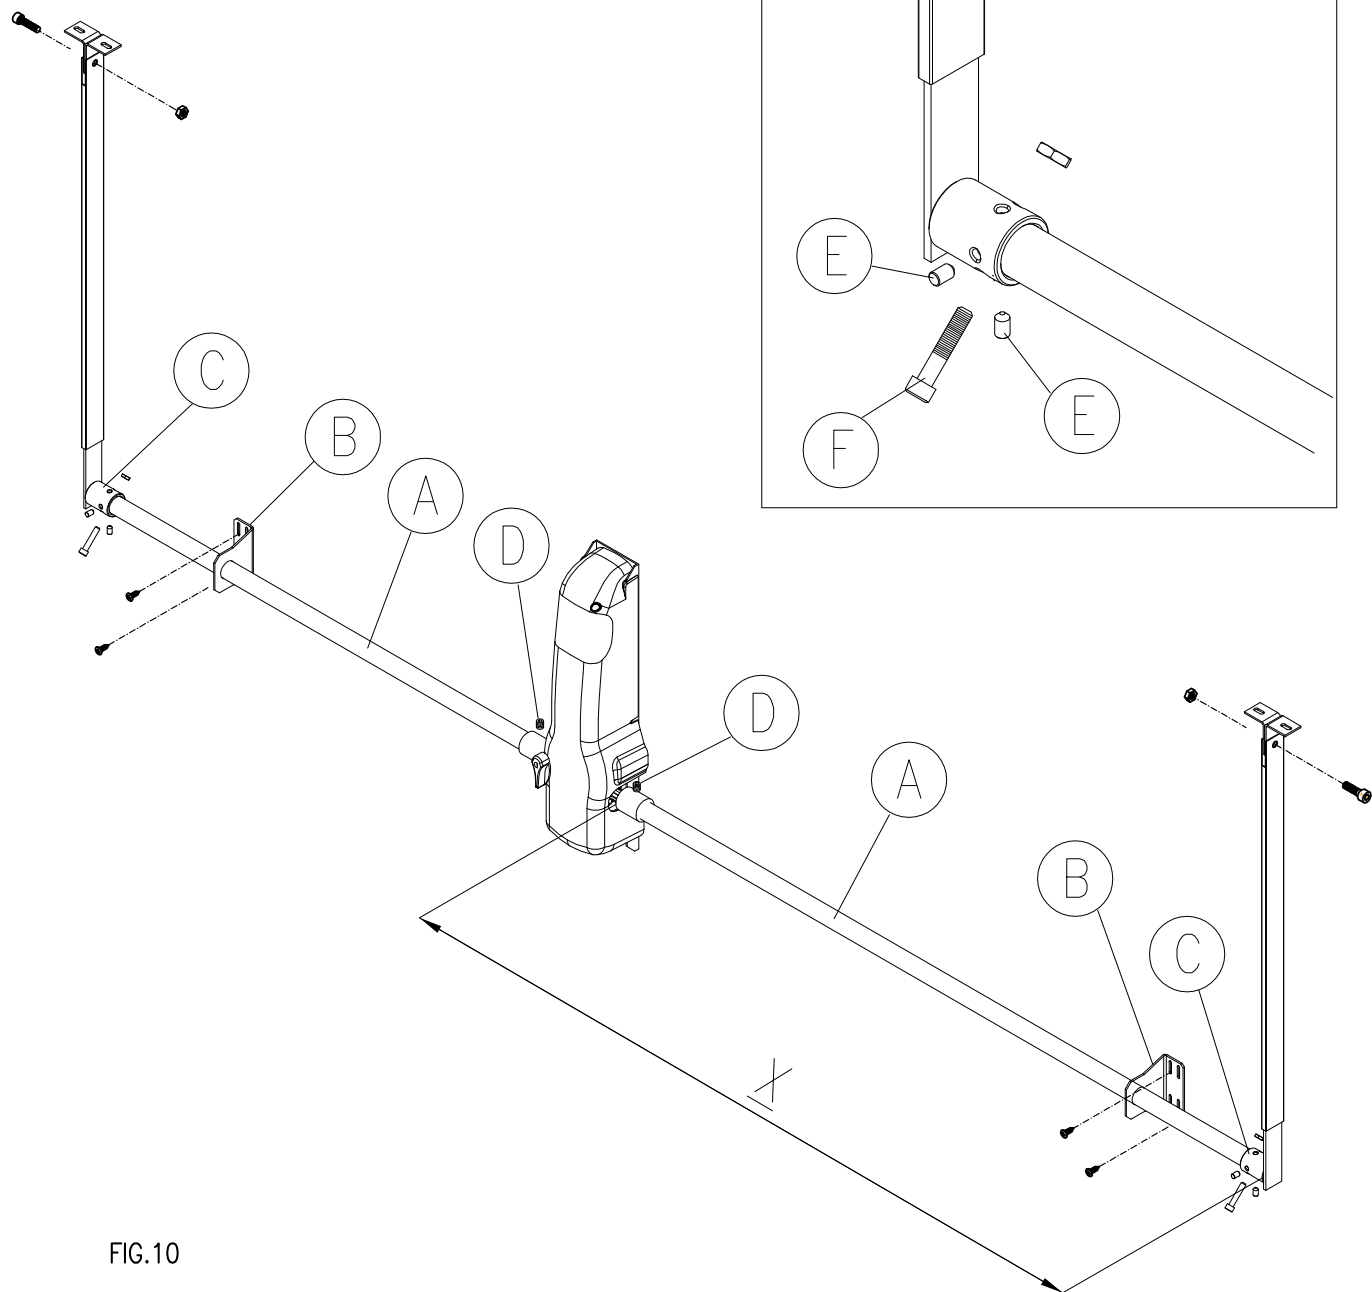

FIG.10
Gli alberi di trasmissione (A) – Fig.10 vengono forniti a misure fisse di cm 20, 150 e 200 e vanno pertanto tagliati e adattati alle misure del basculante. Assicurarsi che il basculante sia perfettamente chiuso. Tagliare gli alberi a misura (X), affinché siano completamente dentro alle bussole del particolare (C). Inserire i supporti (B) sugli alberi (A), quindi accoppiare gli alberi di trasmissione con i giunti scanalati del motoriduttore e chiudere con i rispettivi grani (D). Verificare, con l'ausilio di una bolla, che gli alberi siano perfettamente orizzontali.
Les arbres de transmission (A) – Fig. 10 sont fournis avec des mesures fixes de 10, 150 et 200 cm et sont donc coupés et adaptés aux dimensions de la porte basculante. Contrôler que la porte basculante est parfaitement fermée. Couper les arbres à la bonne taille (X), afin qu'ils soient complètement à l'intérieur des douilles de la pièce (C). Introduire les supports (B) sur les arbres (A), puis accoupler les arbres de transmission avec les joints rainurés de l'opérateur et fermer avec les goujons respectifs (D). Contrôler, avec un niveau à bulle, que les arbres sont parfaitement horizontaux.
Los árboles de transmisión (A) – Fig. 10 se entregan en medidas fijas de 20, 150 y 200 cm y, por lo tanto, deben ser cortados y adaptados a las medidas de la puerta basculante. Asegúrese de que la puerta basculante esté bien cerrada. Corte los árboles a medida (X) de manera que queden completamente dentro de los casquillos de la pieza (C). Inserte los soportes (B) en los árboles (A), acople los árboles de transmisión con los acoplamientos acanalados del motorreductor y cierre con los pasadores respectivos (D). Controle con un nivel de burbuja que los árboles estén perfectamente en posición horizontal.
The transmission shafts (A) – Fig.10 are supplied in fixed lengths of 20, 150 and 200 cm and must therefore be cut and adapted to the measurements of the up-and-over gate. Ensure that the gate is perfectly closed. Cut the shafts to size (X), so that they are completely inside the bushes of part (C). Insert the supports (B) onto the shafts (A), then connect the transmission shafts with the grooved joints of the gearmotor and close using the grub screws (D) provided. Use a spirit level to check that the shafts are perfectly horizontal.
Die Antriebswellen (A) – Abb.10 werden mit festen Maßen - 20, 150 und 200 cm geliefert – und müssen somit geschnitten und auf die Maße des Kipptors angepasst werden. Sicherstellen, dass das Kipptor gut geschlossen ist. Die Wellen auf Maßschneiden (X), damit sie sich ganz in den Buchsen des Teils (C) befinden. Die Halterungen (B) in die Wellen (A) einführen, dann die Antriebswellen mit den Keilkupplungen des Antriebs verbinden und mit den jeweiligen Stiftschrauben schließen (D). Mithilfe einer Wasserwaage prüfen, ob die Wellen perfekt horizontal sind.
De drijfassen (A) – afb.10 worden in de vaste maten van 20, 150 en 200cm geleverd en dienen dus voor de kanteldeur op maat te worden gezaagd. Vergewis u ervan dat de kanteldeur helemaal dicht is. Zaag de assen zo op maat (X), dat zij zich volledig binnen de bussen van deel (C) bevinden. Breng de steunen (B) op de assen (A) aan, koppel daarna de drijfassen met de gegroefde koppelingen van de reductiemotor en sluit met de bijbehorende borgnokken (D). Controleer met een waterpas of de assen volledig horizontaal lopen.